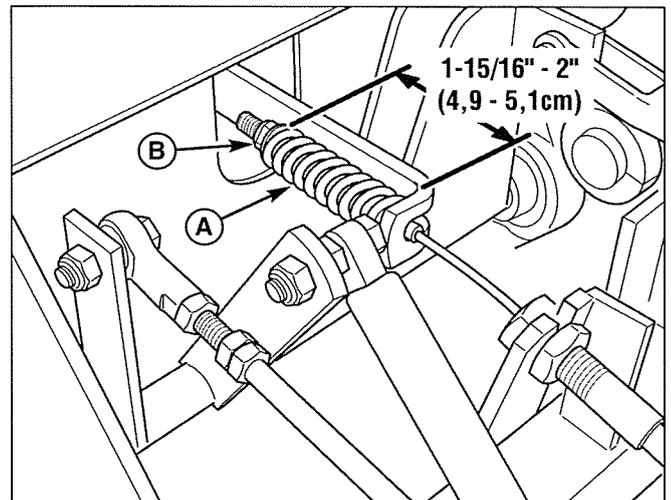

Figure 45. Réglage du frein de stationnement
3. Repérer le ressort du frein (A, figure 45).
5. Si le ressort ne se trouve pas dans cette fourchette, relâcher le frein de stationnement et tourner l'écrou de réglage (B) pour comprimer ou relâcher le ressort.
4. Retirer la quincaillerie de fixation des amortisseurs supérieure et faire pivoter l'amortisseur en position n° 2 (voir figure 45). Régler la chandelle pour aligner les supports amortisseurs sur les amortisseurs.